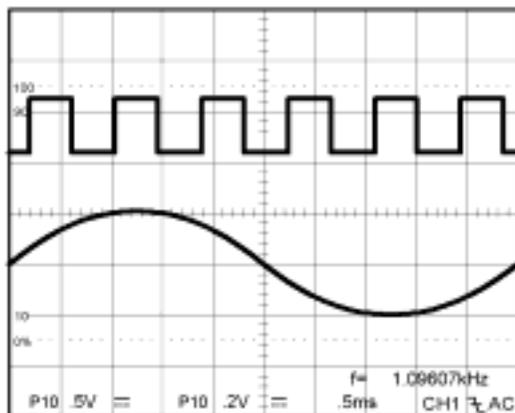
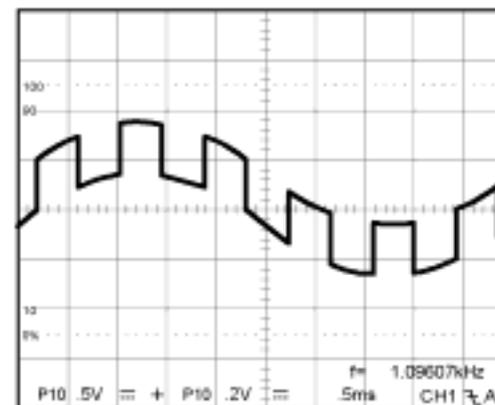

图 5-5 双通道典型波形
图 5-6 典型 ADD 波形
1. 打开 CH1 和 CH2。以下图 5-5 在两个模式显示同步波形。
1. 按 ADD 按钮到 ADD 模式。以下图 5-6 所示为图 5-5 波形之和。